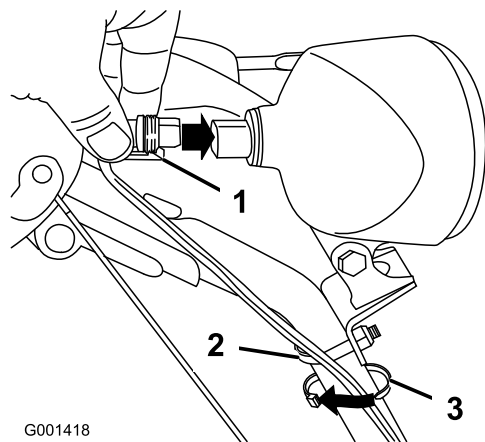

Figura 17
- Inserite direttamente nel retro del faro il connettore situato sull'estremità allentata del cavo, finché non è saldo (Figura 17).
Nota: L'attacco in plastica sul connettore del cavo deve trovarsi in fondo (Figura 17).
- Fissate una fascetta per cablaggio (nel sacchetto delle parti sciolte) attorno al cavo e alla stegola, a circa 2,5 cm sotto il bullone ad U (Figura 17).